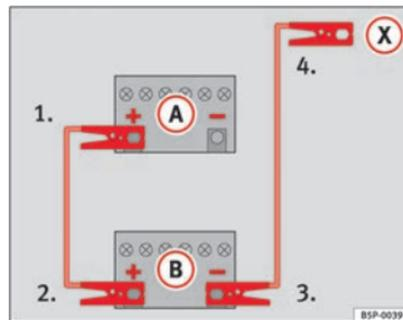

Fig. 188 Esquema de conexión para vehículos sin sistema Start-Stop.
2. Emborne un extremo del cable *rojo* de emergencia al polo positivo (+) del vehículo con la batería descargada (A) ⇒ fig. 188.
3. Emborne el otro extremo del cable *rojo* de emergencia al polo positivo (+) del vehículo que suministra la corriente (B).
4. **En los vehículos sin sistema Start-Stop:** Emborne un extremo del cable *negro* de emergencia al polo negativo (-) del vehículo que suministra la corriente (B) ⇒ fig. 188.